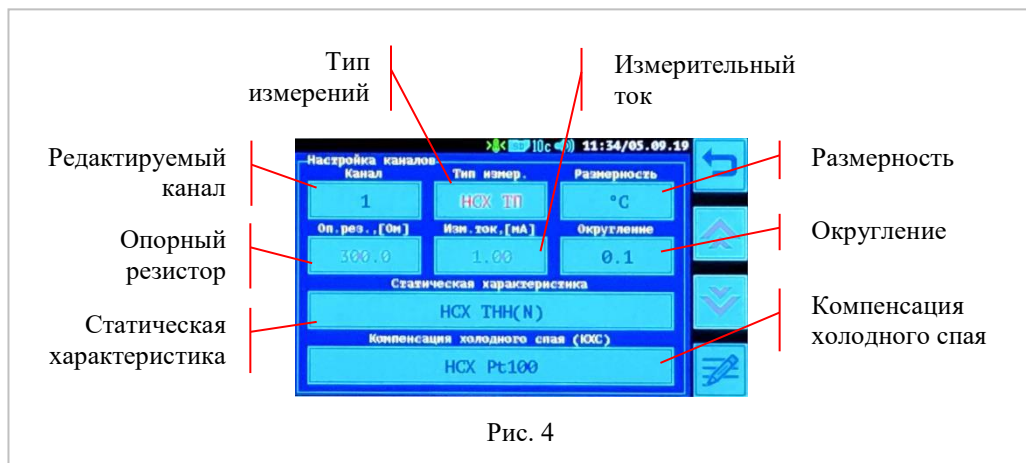

Рис. 4
4.1.11.1 Пункт меню «Настройка каналов» предназначен настройки режима работы каждого из каналов прибора. Экран с настройками канала показан на рис. 4.